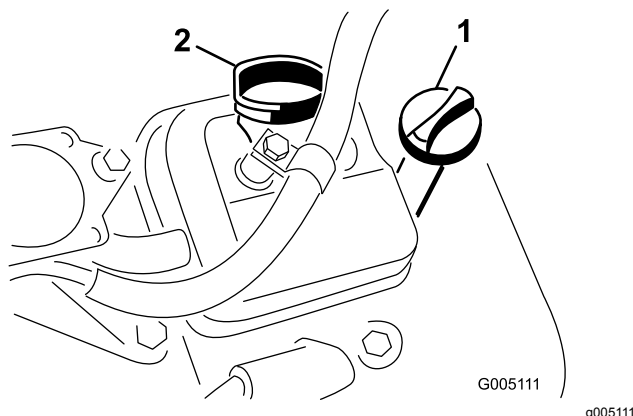

Рисунок 33
3. Вставьте и заверните масломерный щуп в трубку для щупа (Рисунок 33).